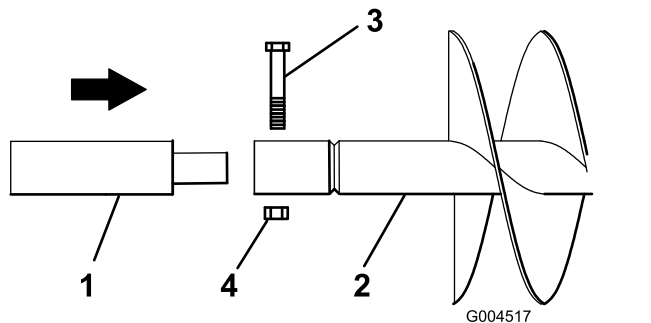

Рисунок 6
5. Если вместе со шнеком используется удлинитель, вставьте конец удлинителя в конец шнека и зафиксируйте соединение с помощью болта (7/8 x 4-1/2 дюйма) и гайки (7/8 дюйма) (Рисунок 6).